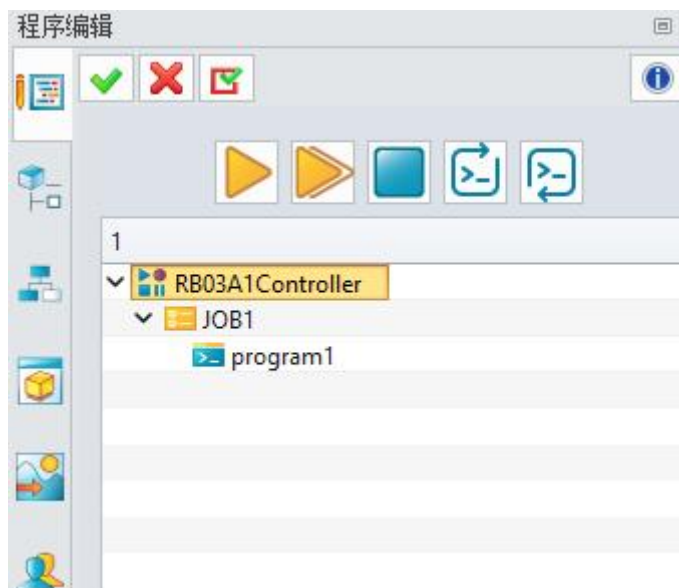

图 10-29: 编辑程序
- ✧ 单击新添加的“JOB1”，右键单击并选择“添加 program1”。（图 10-29）